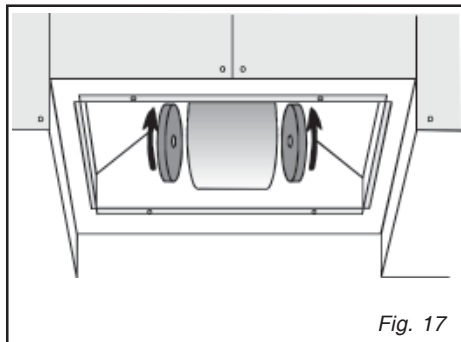

Fig. 17
• Udskiftning af kulfilter (Fig.17)
Fjern herefter kulfiltret (fig. 17):